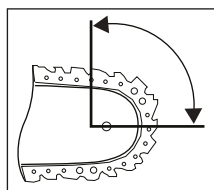

Fig. 1
- In alcuni casi, il contatto con la punta del binario potrebbe causare una reazione inattesa a ritroso, in cui la lama **16** potrebbe scattare verso l'alto e in direzione dell'operatore (vedere fig. 1).